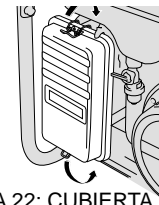

FIGURA 22: CUBIERTA DEL FILTRO DE AIRE
1. Abra las pinzas de la cubierta del filtro de aire y retire el elemento (figura 22 y 23).